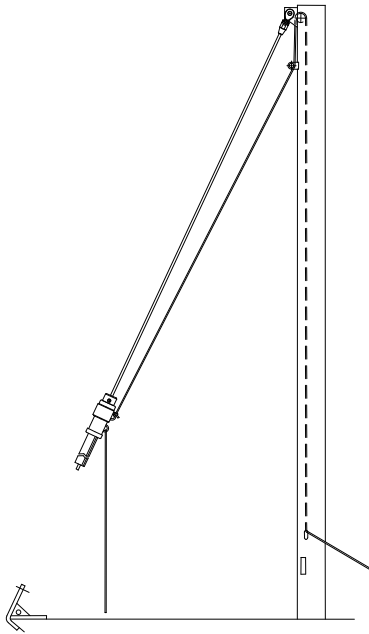

Рис.4
Рис.4а
4.5.1. Вставьте каретку в верхний профиль подшипником вверх (как указано на рис. 4а) и прикрепите стаксель-фал к верхней скобе каретки, а к нижней скобе лить для возможности снятия каретки вниз после монтажа профилей. (см. рис.4). Таким образом, можно будет поднимать вверх весь набор из профилей.